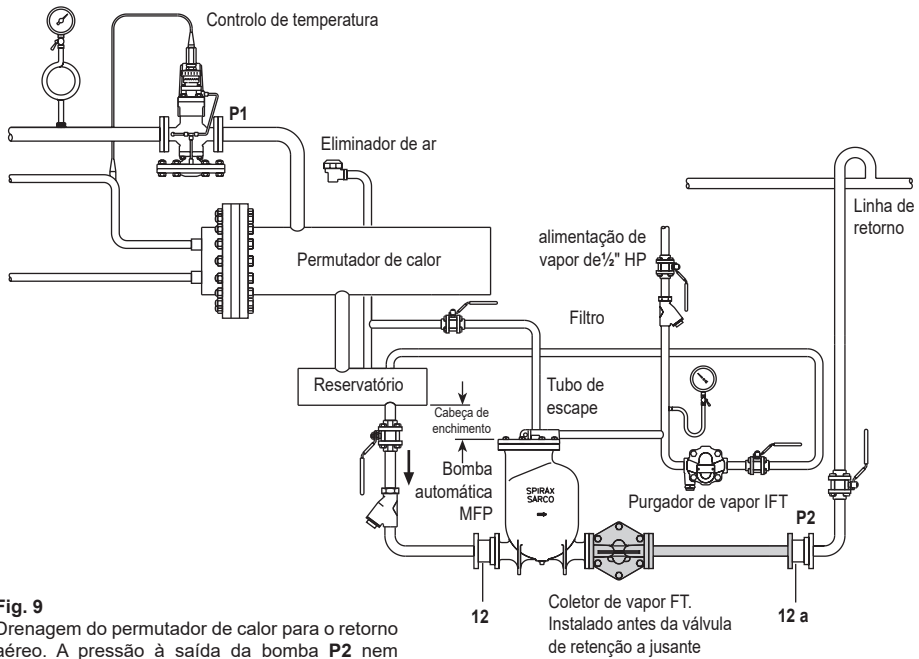

Fig. 9
6. Se, em qualquer altura, a contrapressão contra a bomba for inferior à pressão no equipamento que está a ser drenado, deve ser instalado um flutuador e um sifão termostático adequadamente dimensionados entre a bomba e a válvula de retenção de descarga, conforme ilustrado na Fig. 9.